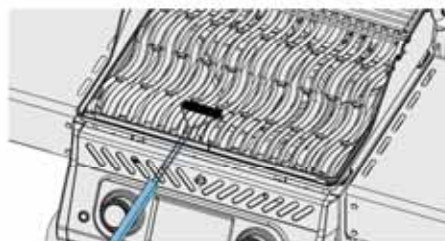

Fig. 4
- Les grilles de cuisson en acier inoxydable peuvent être nettoyées en préchauffant le gril et en utilisant une brosse métallique pour éliminer les résidus. (Fig. 4)